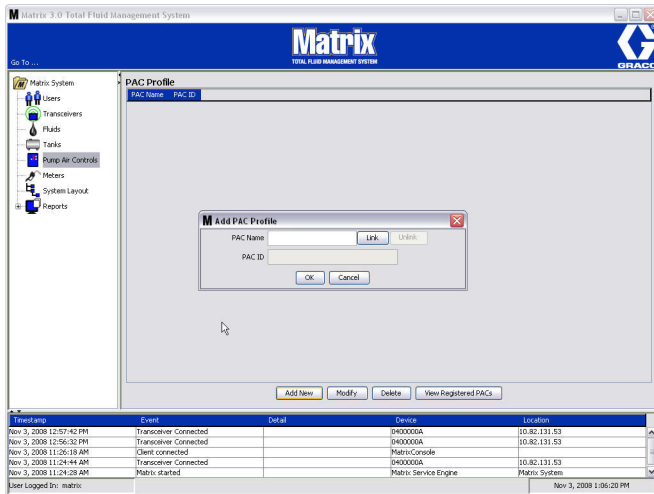

FIG. 80
3. La schermata Add PAC Profile (Aggiungi profilo PAC) è mostrata nella FIG. 80. Su questa schermata è richiesto di nominare il PAC. Dopo aver digitato il nome del PAC nel campo, fare clic su OK per chiudere la schermata e salvare le modifiche.